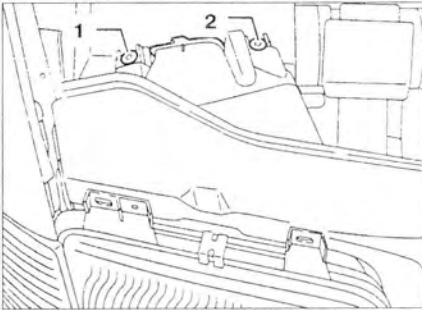

Рис. 9.37. Регулировка положение фары:
5. Регулировка положения фары проводится с помощью отвертки двумя винтами 1 и 2 (рис. 9.37).